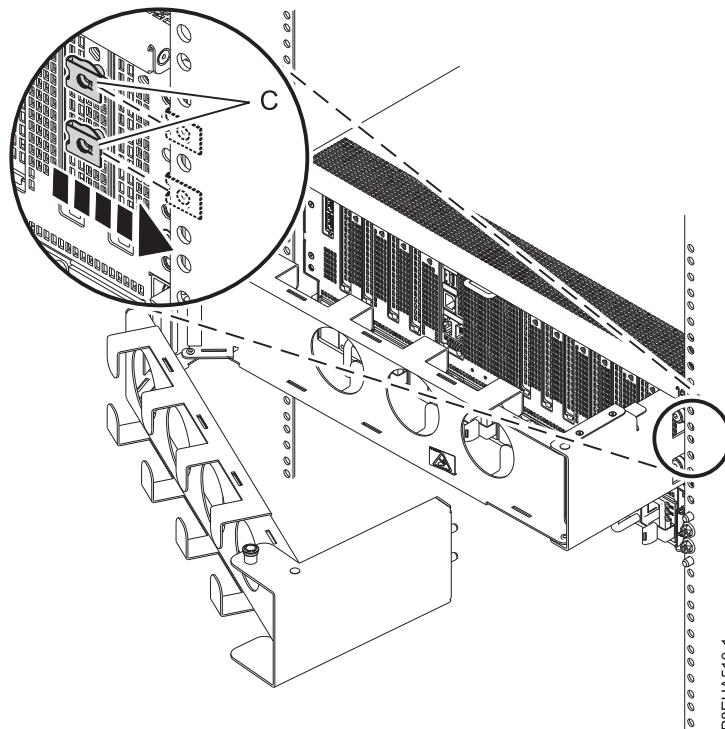

Abbildung 19. Klemmmuttern an der Rackschiene befestigen
2. Schieben Sie den Systemeinschub nach vorne, sodass Sie auf den Rahmen zugreifen können. Befestigen Sie zwei Klemmmuttern (C) an der Rackschiene an der Position, an der Sie die Außenplatte an der Schiene befestigen werden, wie in Abb. 19 gezeigt.